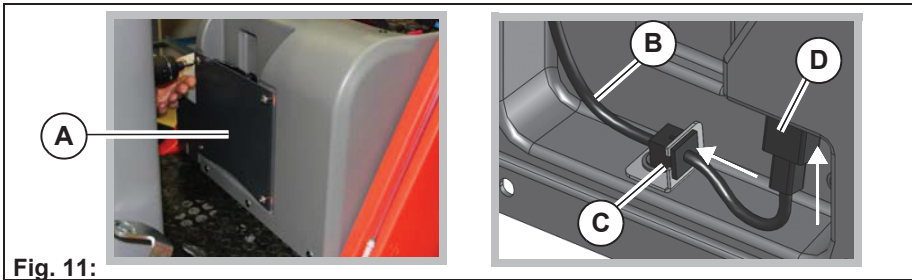

Fig. 11:
1. Démontez la plaque de recouvrement **Fig. 11-A**.
2. Faire passer le câble de la fiche d'alimentation **Fig. 11-B** dans l'orifice dans l'équerre **Fig. 11-C**. S'assurer que le côté de l'élément de décharge de traction sans ergot d'encliquetage soit orienté vers l'avant en direction de l'ouverture.
4. Enfoncer la fiche d'alimentation **Fig. 11-D** bien droite et à fond dans la prise.